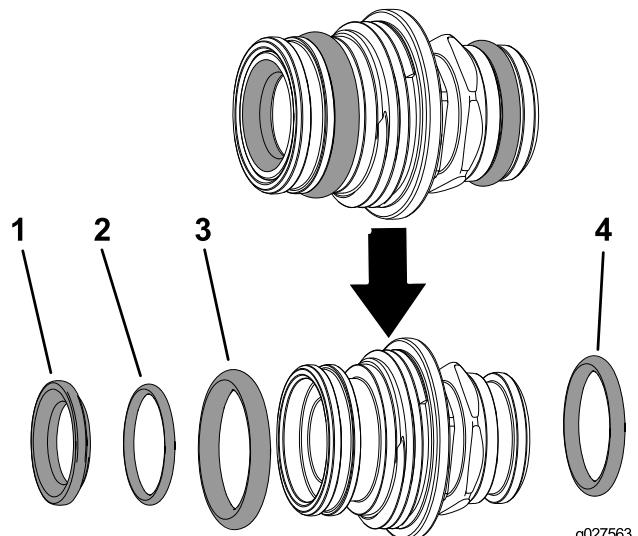

Рисунок 2
- Снимите уплотнительное кольцо седла клапана, заднее уплотнительное кольцо седла, уплотнительное кольцо торцевой крышки и уплотнительное кольцо выпускного штуцера (Рисунок 2).